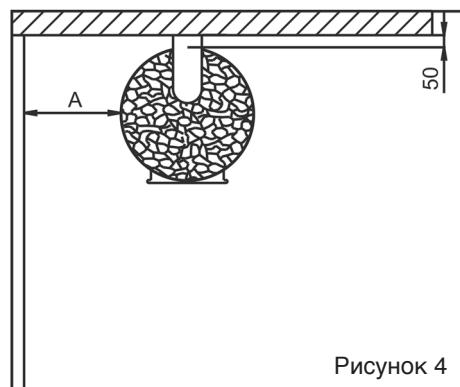

Рисунок 4
4. Для стены из кирпичной кладки достаточно воздушный зазор 50 мм между вертикальной поверхностью каменки и стеной. (Рис. 4)